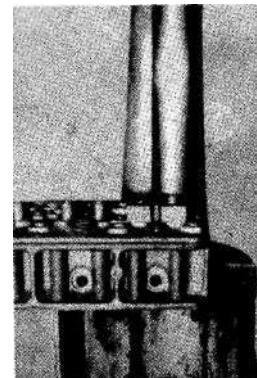

Bild 4-91
5. Ventilführungen einpressen (Bild 4-91).